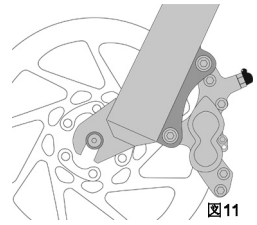
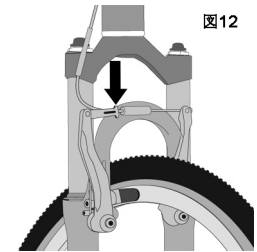

図11
図12
(1) ご利用のバイクがリムブレーキを搭載している場合は、ブレーキのクイックリリース機構を解除するとタイヤとブレーキシューとのすき間が開きます（セクション4.Cの図11から15までを参照）。
(2) ご利用のバイクがリムブレーキを採用している場合は、ブレーキのクイックリリース機構を解除するとホイールリムとブレーキシューとのすき間が開きます（セクション4.Cの図11から15までを参照）。
(3) ディレクター（ギア）システムは、ディレクター本体を右手で引き戻してください。
3. ディスクブレーキ（図11）やリニアブルブレーキ（図12）など、たいへん強力なバイクブレーキもあります。こうしたブレーキについては十分に理解しておき、実際に使用する際には細心の注意を払う必要があります。
リムブレーキの多くは、なんらかの形式のクイックリリース機構を備えています。これは、ホイールの取り外しや再取り付け時にブレーキシューによるタイヤの開放を可能にするものです。ブレーキのクイックリリースが開位置にある場合、ブレーキは作動しません。ご利用になっているバイクのブレーキが採用しているクイックリリースの仕組みについては、販売店から説明を受けて理解しておく必要があります（図12、13、14、15を参照）。また、バイクを利用する前には毎回必ず、両方のブレーキが正常に作動するかどうかをご確認ください。